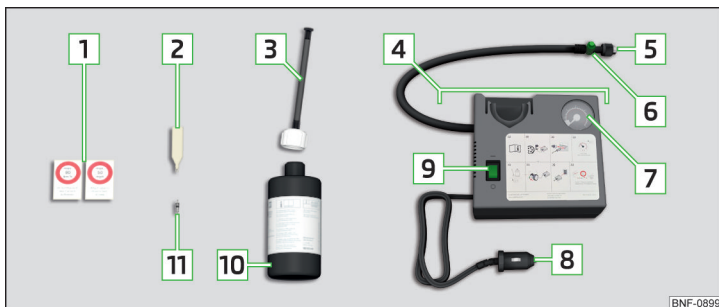

Fig. 325 Description du kit de réparation
- Placez l'extracteur de valve **2** » fig. 325 à la page 302 sur l'élément de valve, de manière à ce que l'élément de valve entre dans la fente de l'extracteur de valve.
- Vissez fermement le flexible de gonflage des pneus **5** » fig. 325 à la page 302 sur la valve du pneu.